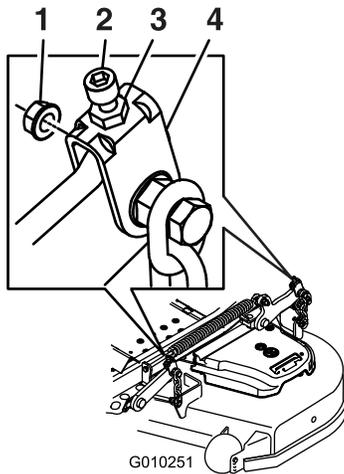

Figura 96
11. Per i piatti di taglio illustrati nella Figura 96, mettete a punto il dado di regolazione sul gruppo di sollevamento del piatto di taglio anteriore ruotandolo (Figura 96).
17. Mettete a punto la vite di regolazione ruotando fino a un'altezza di 8,3 cm (vedere Figura 96).